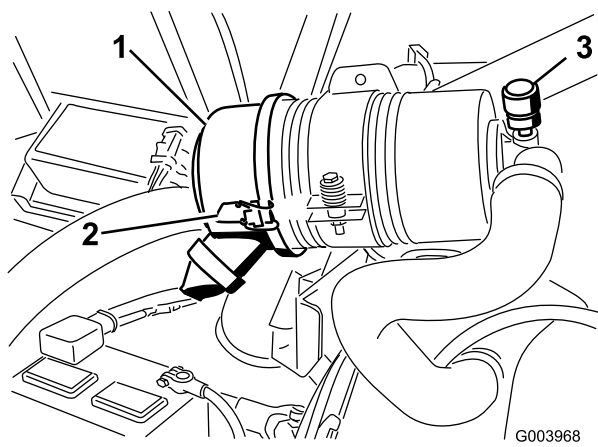

Figura 52
Effettuate la manutenzione del filtro dell'aria quando l'indicatore (Figura 52) lo richiede. Sostituendo il filtro dell'aria prima del necessario si aumenta il rischio che la morchia penetri nel motore quando si toglie il filtro.
1. Rilasciate i fermi che fissano il coperchio del filtro dell'aria al relativo corpo (Figura 52).